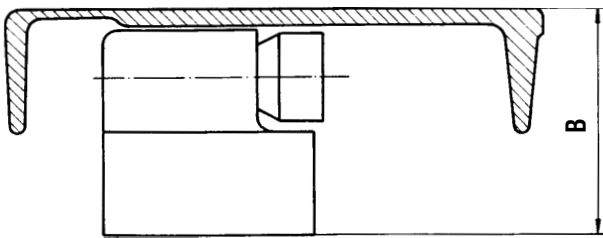

Abb. 20
22. Einstellung der Lage der Nadelstange und der Greiferwelle (Abb. 20, 21).